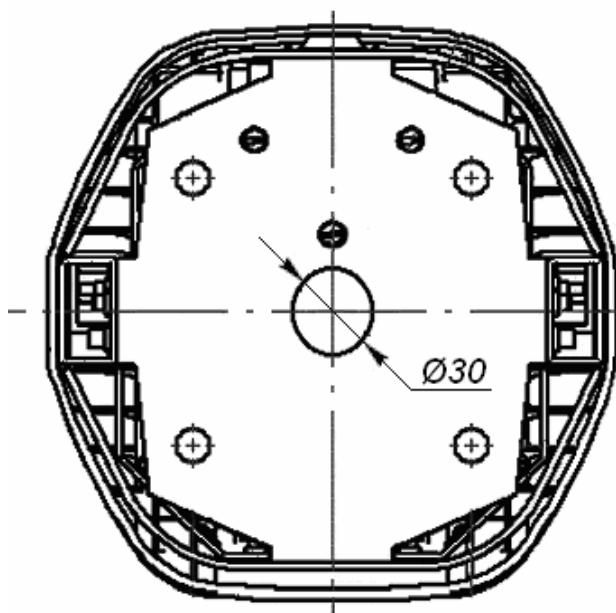

Рисунок 6 Вид снизу на основание (2) картоприемника:
7. Через центральное отверстие диаметром 30 мм в основании картоприемника (см. рисунок 6) протяните кабели внутрь картоприемника по направлению к стенке (5) и далее вверх по ней к плате управления картоприемником. Используйте кабели, указанные в таблице 3. Длина концов кабелей, остающихся в картоприемнике после их протяжки, должна быть достаточной для их последующего подключения. Рекомендуется закрепить все кабели на внутренних сторонах основания (2) и стенки (5) с помощью стяжек неоткрывающихся и площадок самоклеящихся2.